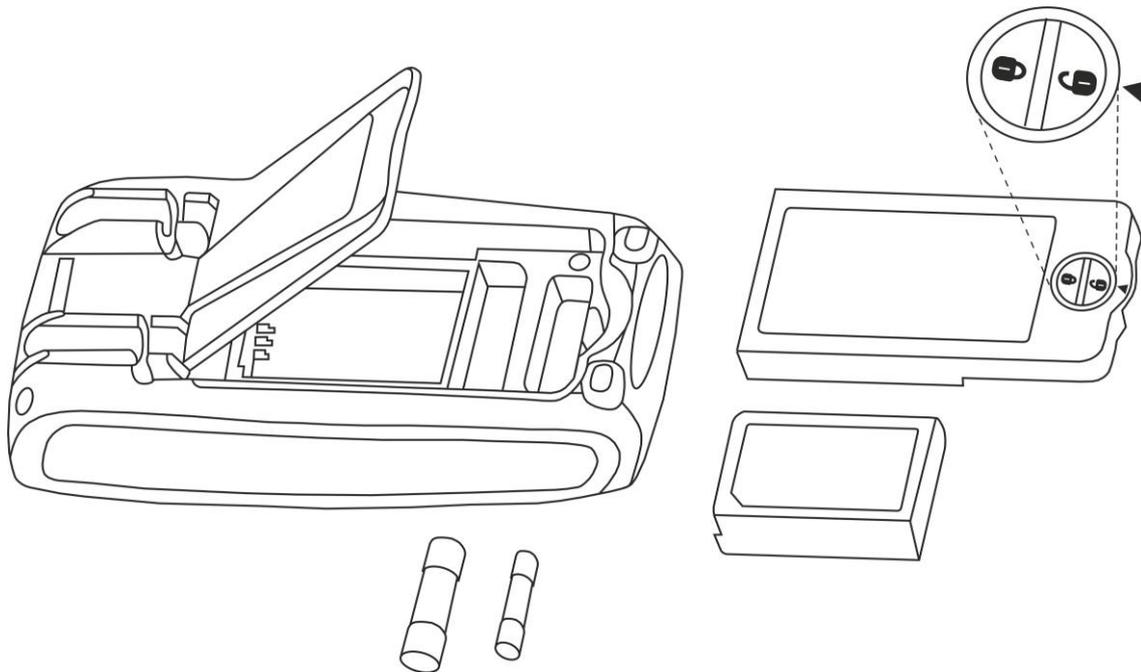

Fig. 34: Substituição dos fusíveis internos
2. Rodar o parafuso de fixação da tampa do compartimento da pilha da posição “**I**” para a posição “**II**” e retirar a mesma (ver Fig. 34).